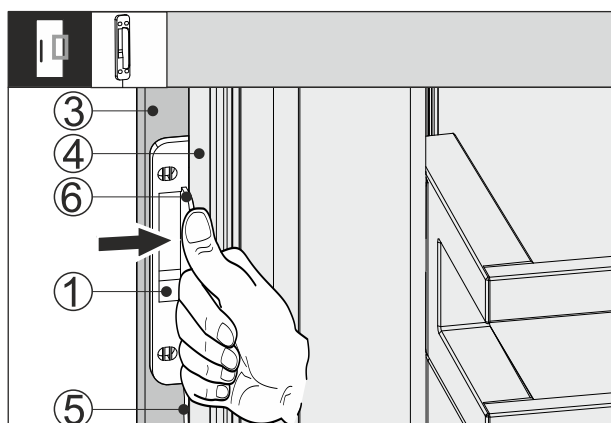

Fig. 66
- ▶ Potisnite senzor trkanja Fig. 66 (1) med sprednjo stran pohištva Fig. 66 (3) in vrata aparata Fig. 66 (4) tako, da je kabel Fig. 66 (5) rahlo napet. Senzor trkanja Fig. 66 (6) se ustavi na vratih aparata Fig. 66 (4).
- ▶ Pritisnite senzor trkanja Fig. 66 (1) na sprednjo stran pohištva Fig. 66 (3).
- ▷ Senzor trkanja Fig. 66 (1) je prilepljen. Pritrditev senzora trkanja optimizira prenos signala trkanja.
Trajna pritrditev senzora trkanja Fig. 66 (1) podaljša življenjsko dobo.
- ▶ Senzor trkanja Fig. 66 (1) privijte na sprednjo stran pohištva s priloženimi Fig. 66 (3) vijaki.